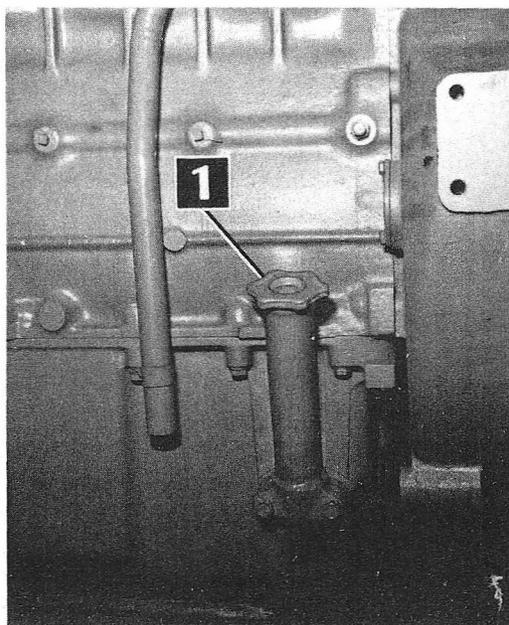

FIG. 6
- il livello dell'olio nella coppa del motore sia prossimo al segno "max" dell'apposita asta indicatrice (1 - fig. 6);